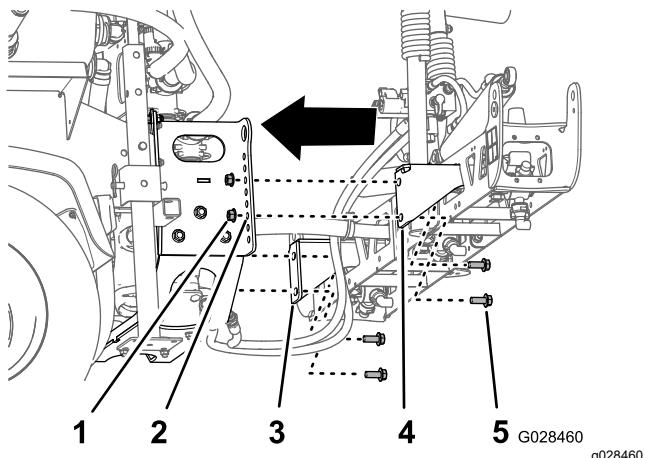

Bild 39
- Fluchten Sie das untere Loch in der Befestigungshalterung für den Abschnitt des mittleren Auslegers mit dem dritten Loch von unten in den Auslegerstützen am Gestellrahmen des Sprühfahrzeugs aus, wie in Bild 39 abgebildet.